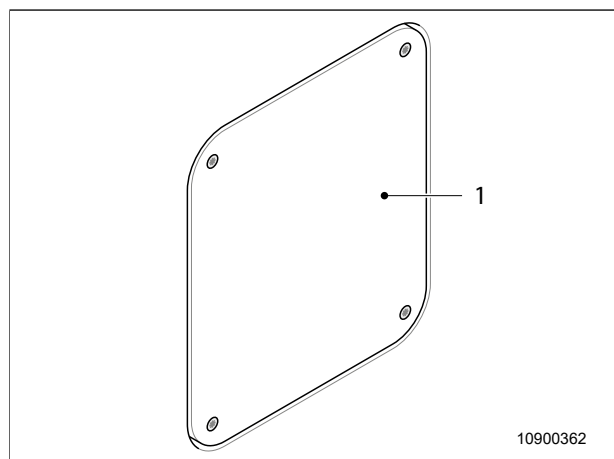

Fig. 64 Apertura di ispezione
6. Rimuovere l'apertura di ispezione (Fig. 64, pos. 1), se presente.